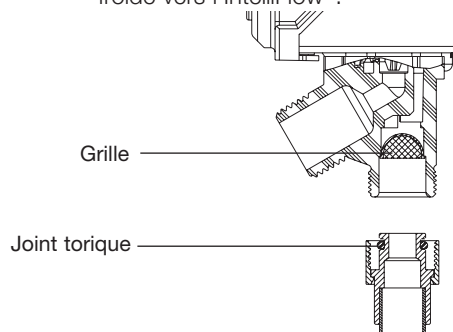

Figure 1
2. Nettoyez les grilles au niveau de l'IntelliFlow® (voir Figure 1). Par précaution avant de nettoyer les grilles, commencez par couper l'alimentation électrique de l'IntelliFlow® en débranchant puis en coupant l'alimentation en eau chaude et en eau froide vers l'IntelliFlow®.